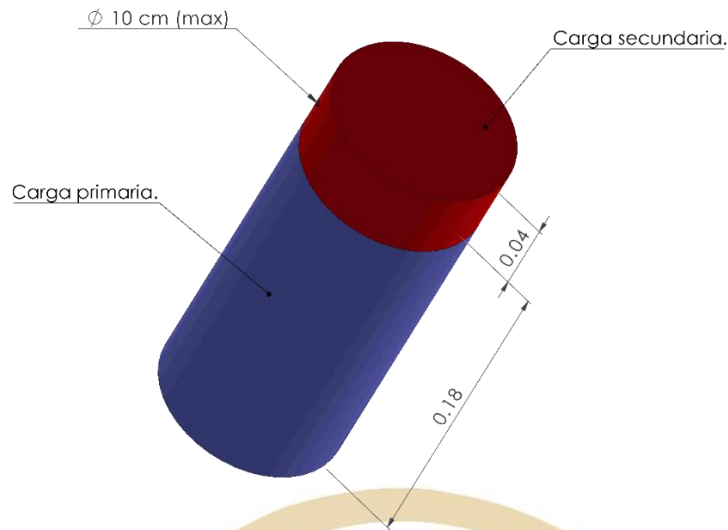

Figura 1. Dimensiones máximas del satélite enlatado.
- 5.1. Las dimensiones y forma del satélite enlatado, una vez ensamblado, deben ser equivalentes a las de un cilindro de 9 a 10 cm de diámetro y una altura de 20 a 22 cm. La carga primaria deberá tener máximo una altura de 18 cm y la secundaria de 4 cm. La envoltente debe ser parte del satélite y recubrirlo en su totalidad. La superficie del satélite enlatado debe ser lisa al tacto y no debe presentar ondulaciones. El sistema de autogiro debe estar embebido en el interior del satélite y no debe presentar protuberancias (véase Figura 1).